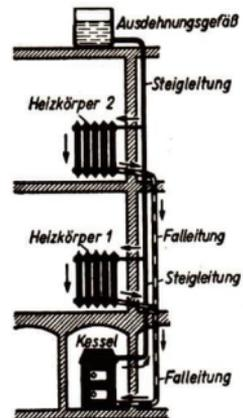

Abb. 118/2 Warmwasserheizung
7. Erkläre auf Grund der Abbildung 118/2 die Wirkungsweise einer Warmwasserheizung!